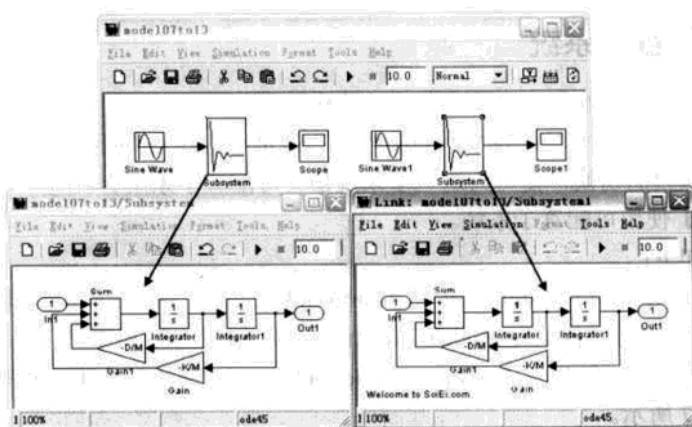

图 7.63 比较关联与不关联两个模块的不同
(4) 用鼠标分别右击模型中的 Subsystem 模块和 Subsystem1 模块, 在弹出的菜单中选择 Look under mask 命令, 可以对比弹出窗口的不同, 如图 7.63 所示。
从图 7.63 中可以发现, Subsystem 模块和 Subsystem1 模块的不同, Subsystem 模块并没有随着库模块一起改变, 而 Subsystem1 模块则随着库模块一起改变。从中就可以体会到关联的作用了。